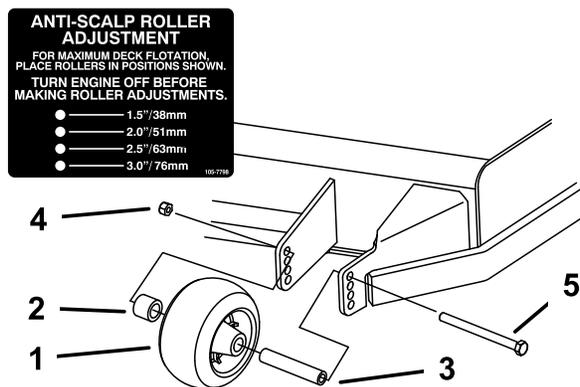
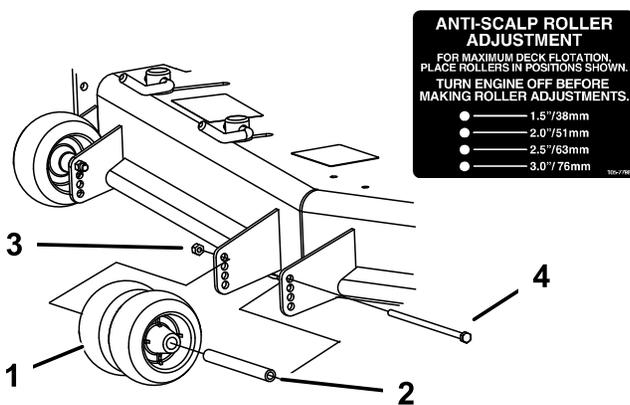

Figure 28
Figure 29
3. Réglez les galets anti-scalp comme montré à la Figure 28 et la Figure 29.